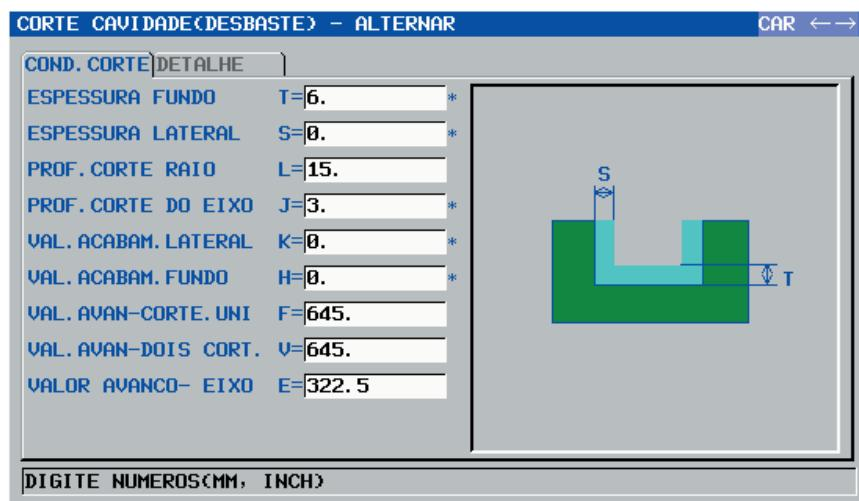

Figura 54 - Janela “COND. CORTE” - Ciclo de Cavidade
- Preencher os campos conforme a figura 54